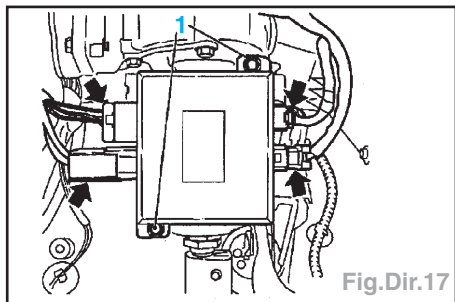

Fig.Dir.17
- Déverrouiller les 4 fiches (flèches), déposer les vis (1) et l'appareil (Fig.Dir.17).